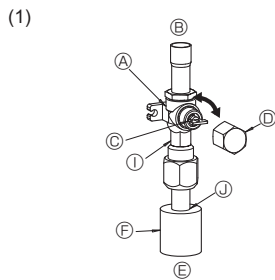
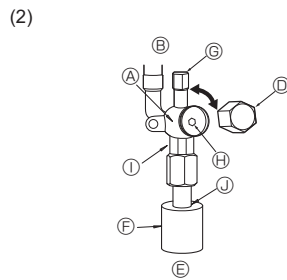

Fig. 4-6
Fig. 4-7
(1) Lado do gás para o ZRP100-140 (Fig. 4-6)
- ① Remova a cápsula, puxe a alavanca na sua direcção e gire 1/4 de volta no sentido contrário aos ponteiros do relógio para abrir.
- ② Certifique-se de que a válvula de paragem esteja completamente aberta, empurre a alavanca e gire a cápsula de volta à sua posição original.
(2) Lado do líquido do ZRP100-140 e lado do Gás/Líquido do ZRP35-71 (Fig. 4-7)
- ① Retire a tampa e rode a válvula para a esquerda o máximo que puder com uma chave sextavada de 4 mm. Pare de rodar quando esta alcançar o batente. (Ø9,52: Aproximadamente 10 rotações)